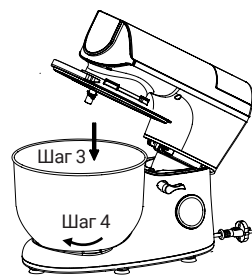

рис. 3
3. Поместите чашу на базу и поверните её по часовой стрелке до фиксации (Рис. 3).